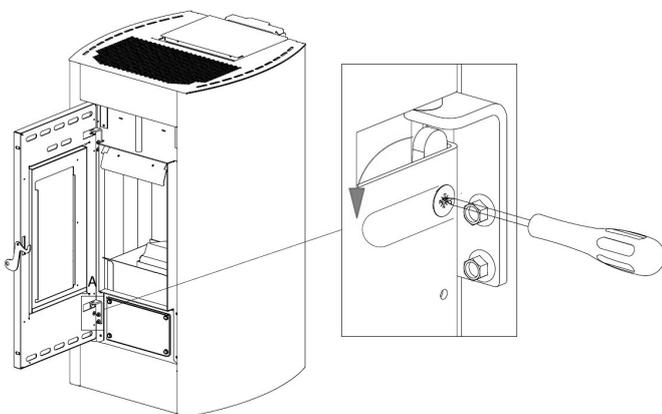

Fig. 31 - Entfernen der Schrauben
- Hebel mit einem Schraubenzieher in Pfeilrichtung drehen (siehe Fig. 31).